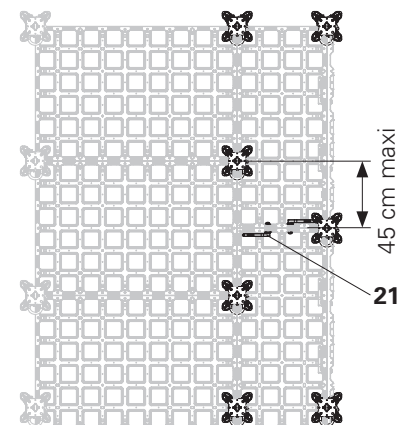

Fig. D3.05b
- deux panneaux sont reliés par 2 connecteurs DUO (21) au niveau de la jonction courte. (Fig. D3.05b)